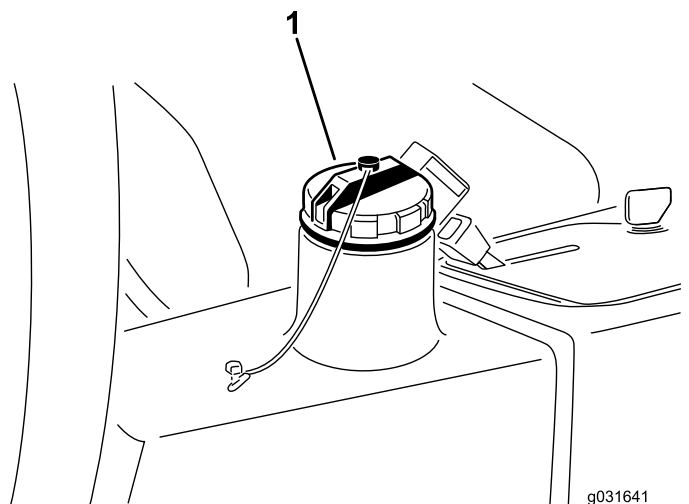

図 65
4. 油圧オイルタンク 図 65に約 13.2 リットルの油圧オイルを入れる 油圧システムを点検する \(ページ 50\)を参照。